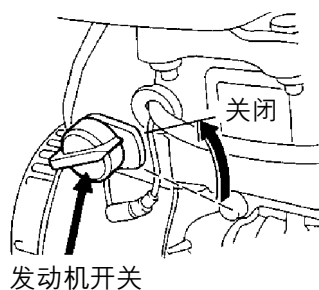

图32. 发动机开/关
2. 发动机冷却后，将发动机启动/停止开关调到“关”位置（图32）。